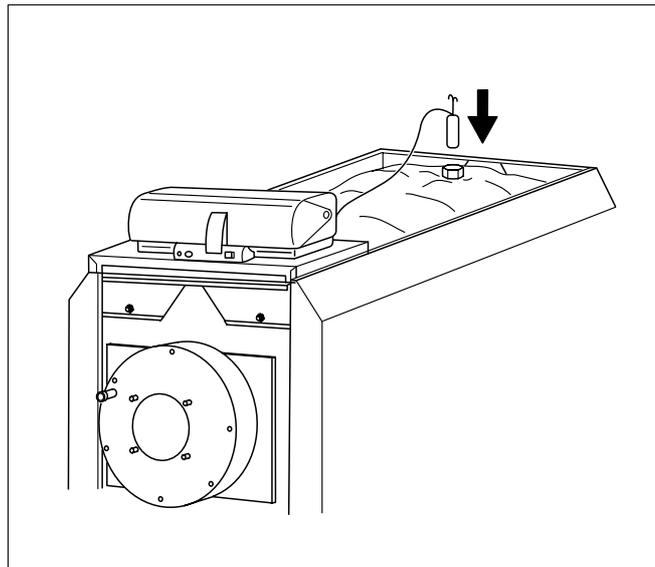

Fig. 19 Posa della sonda nel pozzetto ad immersione
- Condurre i tubi capillari e la sonda al pozzetto ad immersione (fig. 19).
- Inserire la sonda nel pozzetto ad immersione (punto di misurazione M, vedi pagina 7, fig. 1) fino all'arresto (fig. 19).